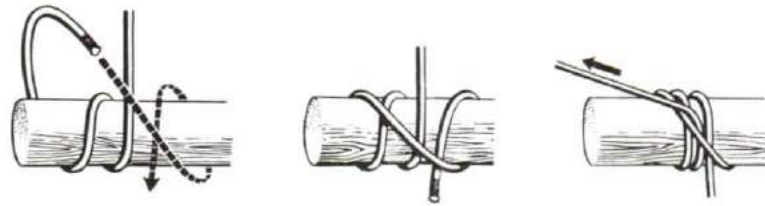

Figure 10-34
4. The Rolling Hitch is used to secure a smaller rope to a larger rope or spar. See Figure 10-34.
4. Le noeud de fouet sert à fixer un petit cordage à un gros cordage ou à un espar (voir la figure 10-34).